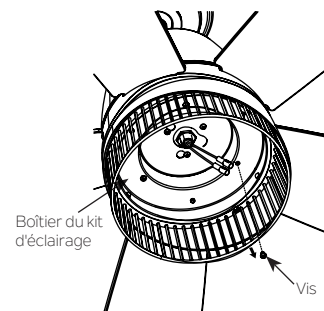

Fig. 21
Étape 1: Retirer l'une des trois vis sur la plaque d'éclairage et conserver pour une utilisation ultérieure. Desserrer les deux autres vis (ne pas les retirer) (Fig 21).